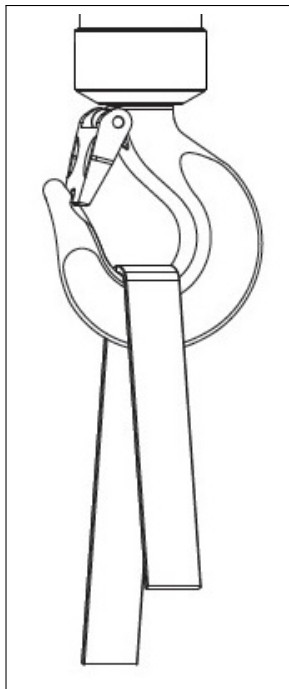

Figura 11: Enganche seguro de la carga
- Inserte el elemento de enganche en el punto más bajo del gancho. No cargue nunca la punta del gancho (↔ Figura 11).